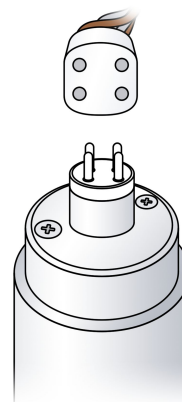

Fig. 3
- Retire la tapa de acceso lateral (gire el tornillo 90 grados en sentido horario o antihorario). (Fig. 3)